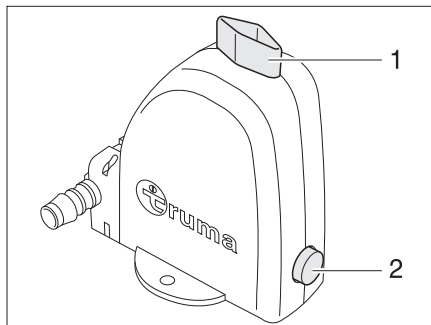

Figure 66 Valve de sécurité et de vidange du chauffe-eau
Le chauffe-eau est équipé d'une valve de sécurité et de vidange (Figure 66). La valve de sécurité et de vidange empêche que l'eau ne gèle dans le chauffe-eau lorsque le chauffage n'est pas allumé en cas de gel. La valve de sécurité et de vidange est montée auprès du chauffage ou bien dans les coffres de rangement du plancher sous la table.
- Fermer la valve de sécurité et de vidange. A cet effet, tourner le bouton rotatif (Figure 66,1) transversalement à la valve de sécurité et de vidange et enfoncer le bouton-poussoir (Figure 66,2).
- Ouvrir la valve de sécurité et de vidange. Tourner le bouton rotatif (Figure 66,1) parallèlement à la valve de sécurité et de vidange. Le bouton-poussoir (Figure 66,2) ressort. Le chauffe-eau est vidé à l'extérieur par le biais de la valve de sécurité et de vidange.